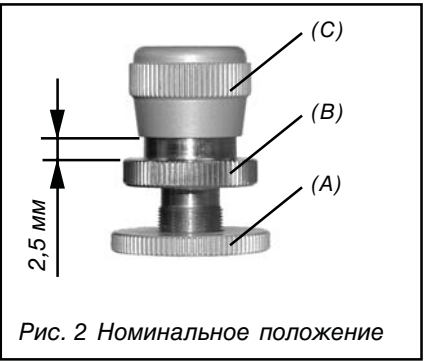

Рис. 2 Номинальное положение
Грубая визуальная центровка по мишени детектора. Проверьте положение винта точной настройки (C). Он должен находиться в своем номинальном положении на расстоянии примерно 2,5 мм выше винта грубой настройки, согласно рис. 2.
1. Ослабьте запорный винт (A).
2. Отрегулируйте винт грубой настройки (B) до необходимого положения.
3. Затяните запорный винт (A).